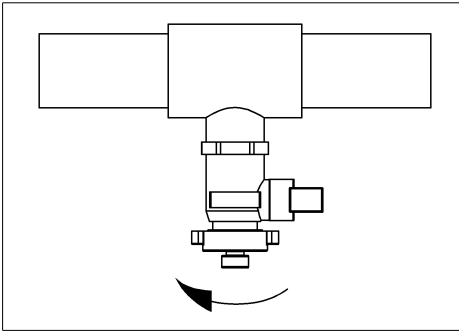

Abb. 1: Anschlüsse demontieren
- Schlauchanschlussstück oder Verschlusskappe des KFE-Hahns demontieren (siehe Abb. 1).